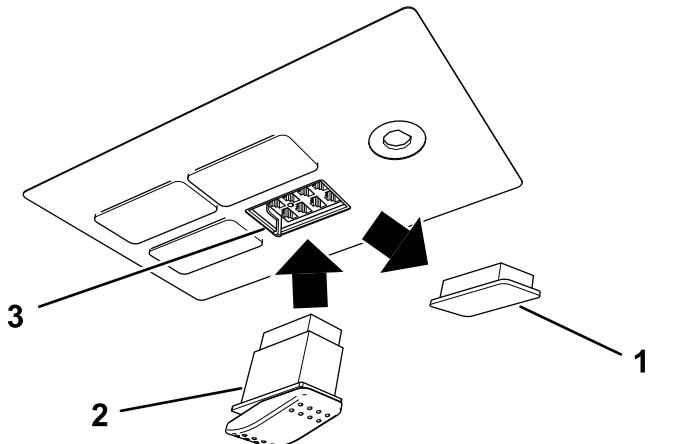

Bild 11
- Entfernen und werfen Sie die Blende von der leeren Stelle vorne links in der Schalterplatte weg (Bild 11).
- Stecken Sie den elektrischen Anschluss in den Schalter und befestigen Sie den Schalter in der Schalterplatte (Bild 11).